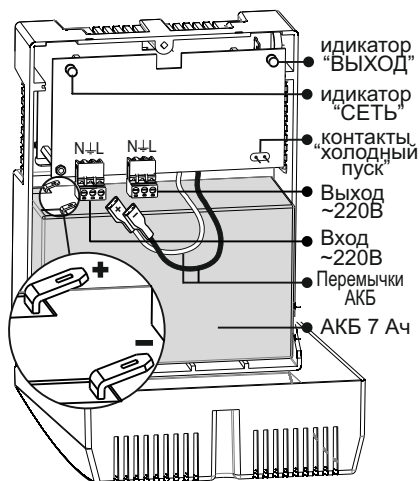

Рисунок 1 - Общий вид изделия.
При открытой крышке (см. *рисунок 1*) осуществляется доступ к печатной плате. На плате расположены выходная колодка, сетевая колодка, клеммы для подключения АКБ и контакты «холодный пуск».
2. Чтобы полностью выключить изделие, необходимо отсоединить перемычку «АКБ+» от аккумуляторной батареи (см. *рисунок 1 и 4*).
1. Для этого необходимо, кратковременно замкнуть контакты «холодный пуск» (см. *рисунок 1*). Изделие перейдет в режим питания нагрузки от АКБ. Индикатор «ВЫХОД» должен засветиться.